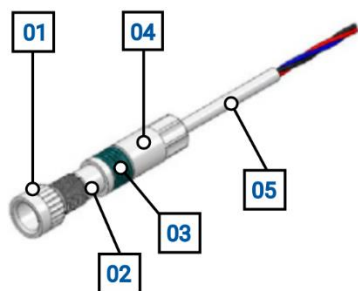

Figura 06 – Dettaglio sensore DAS 30
4. Prendere il sensore e svitare la testa (No.1 Figura 06) dal corpo (No. 3 Figura 06);
6. Avvitare il corpo del sensore sulla sua testa, facendo girare il corpo valvola se necessario, e tenendo la ghiera di blocco del corpo (No. 2 Figura 06) sollevata (ovvero tirando verso il corpo del sensore e comprimendo la molla, No. 3 Figura 06), così da fare ruotare il sensore **SENZA** la sua testa;